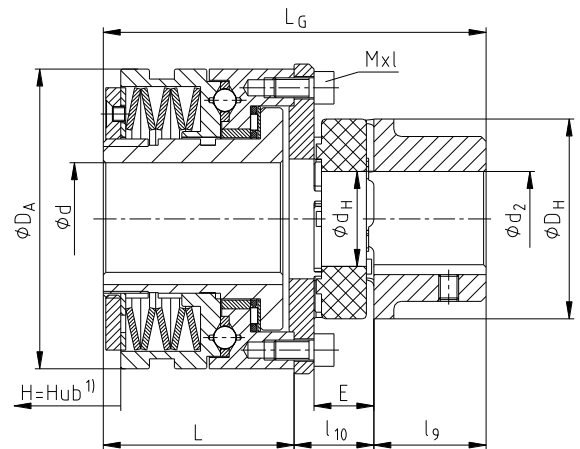

Bild 11: Kupplungseinbau
- Verschieben Sie die Aggregate in axiale Richtung, bis das E-Maß erreicht ist (siehe Bild 11).